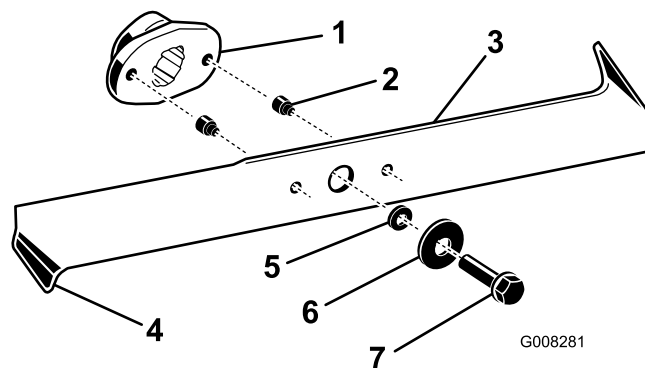

Figura 41
2. Controllate i taglienti (Figura 41). Se i taglienti non sono affilati o presentano intaccature, togliete le lame ed affilatele; vedere Affilatura delle lame.
3. Controllate le lame, in particolare i bordi curvi (Figura 41). In caso di usura o scanalature in questa parte della lama, montate immediatamente lame nuove.
4. Sostituite immediatamente i perni di sicurezza se sono spezzati (Figura 41).
3. Togliete i bulloni, le rondelle e le lame (Figura 41). In sede di rimozione dei bulloni, per bloccare le lame inserite un blocco di legno tra ogni lama e il tosaerba.
1. Montate le lame, le rondelle e i bulloni delle lame (Figura 41).